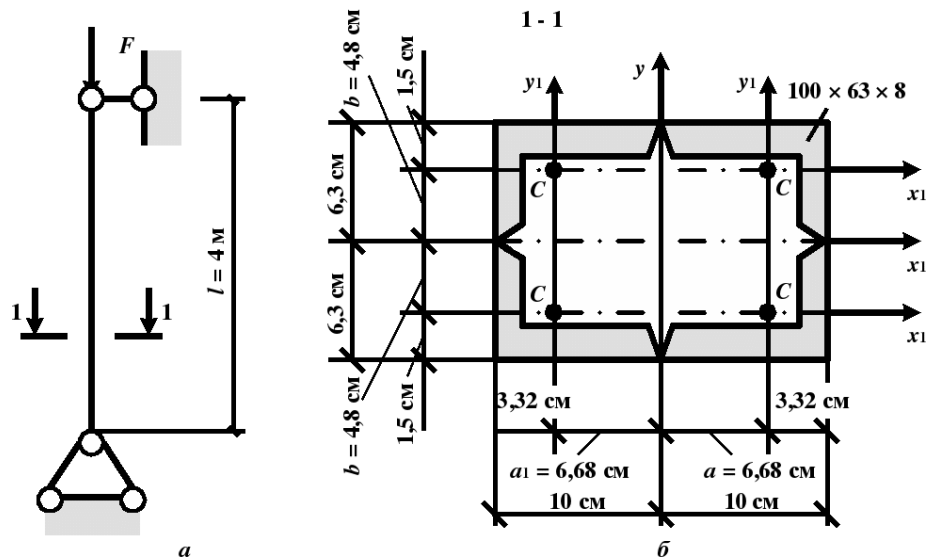

Рис. 2
Пример 2. Определить допускаемое значение сжимающей силы для центрально-сжатого стержня, показанного на рис. 2, а. Материал стержня сталь – марки С-245.
2. Площадь поперечного сечения стержня (рис. 2, б)